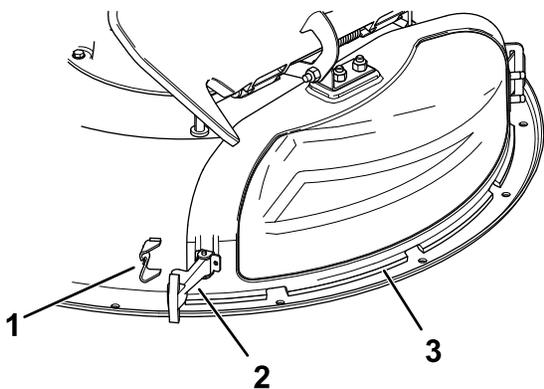

Figura 11
3. Liberare il dispositivo di chiusura flessibile dal relativo fermo sul coperchio dello scarico e aprite il coperchio dello scarico verso destra (Figura 11).
- Fissate il coperchio dello scarico al piatto di taglio agganciando il dispositivo di chiusura flessibile, presente sul coperchio dello scarico, all'apposito fermo sul piatto (Figura 11).